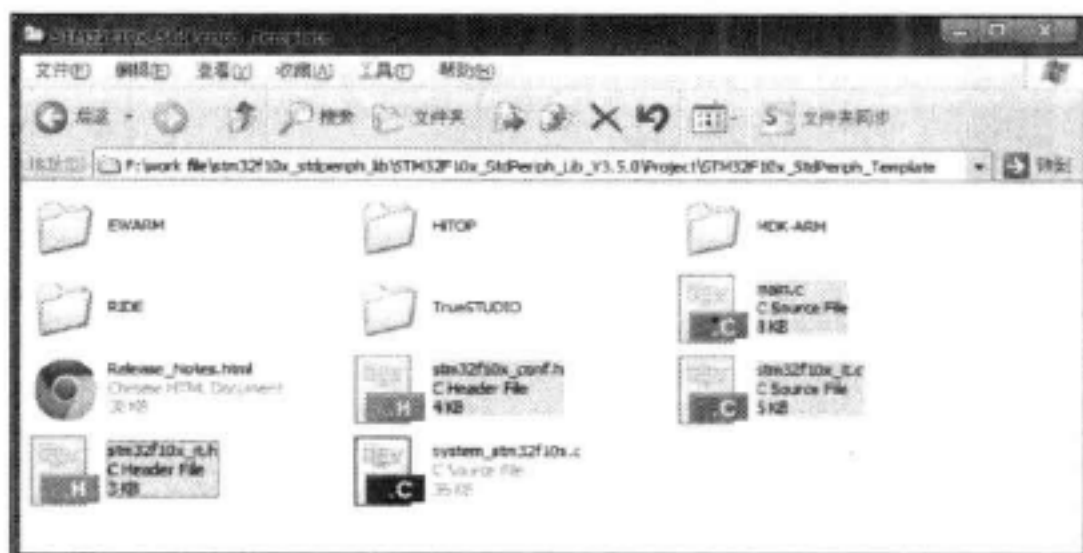

图 3-14 复制库工程文件
8) 把库文件夹 Project\STM32F10x_StdPeriph_Template 下的 main.c、stm32f10x_conf.h、stm32f10x_it.h 和 stm32f10x_it.c 复制到 USER 目录下。这 4 个文件是用户在编程时需要修改的文件, 其他库文件一般不需要修改, 见图 3-14。